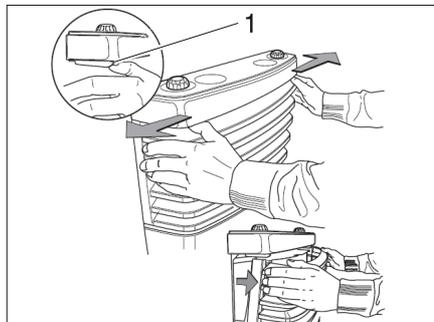

Fig. 104 Enlever le revêtement du chauffage
- Enlever le revêtement du chauffage. A cet effet, pousser les ressorts de fermeture (Fig. 104,1) latéralement vers l'extérieur, faire basculer le revêtement vers l'avant et le soulever hors des paliers inférieurs.